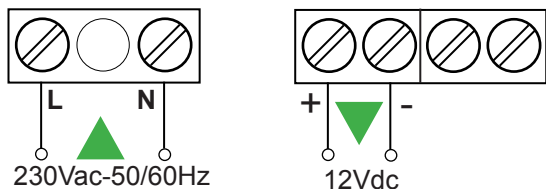

Fig.4
- a **230Vac-50/60Hz** attraverso i morsetti "L" e "N" (Fig.4).